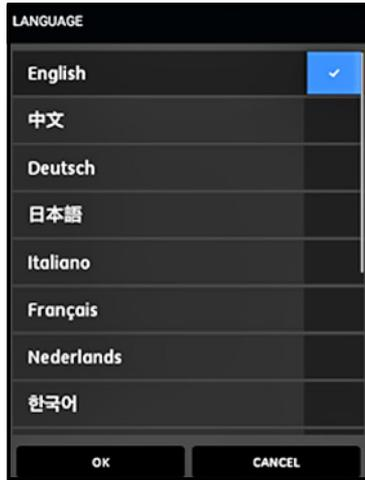

Figure 60 : options linguistiques pour l'application PT900
3. Sur l'écran illustré dans la *Figure 60* ci-dessous, sélectionnez la langue souhaitée pour l'application puis cliquez sur **OK**.